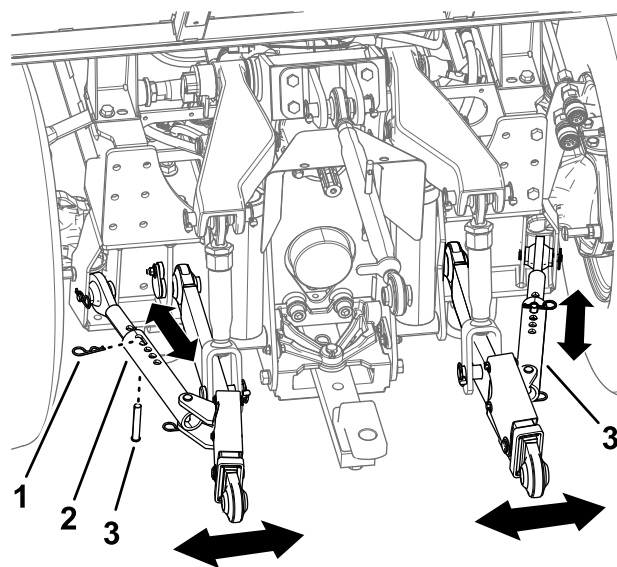

Рисунок 25
1. Извлеките шпильку и шплинтуемый штифт из каждой поперечной тяги (Рисунок 25).
2. Отрегулируйте поперечную тягу, завернув или отвернув ее так, чтобы навесное орудие находилось в горизонтальном положении (Рисунок 25).
3. После регулировки закрепите поперечную тягу шплинтом и шпилькой (Рисунок 25).